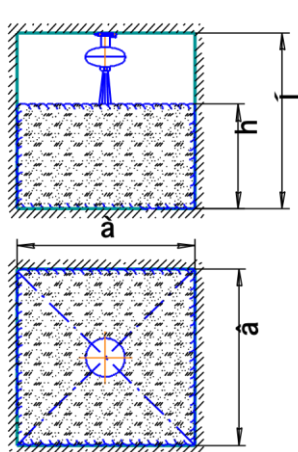
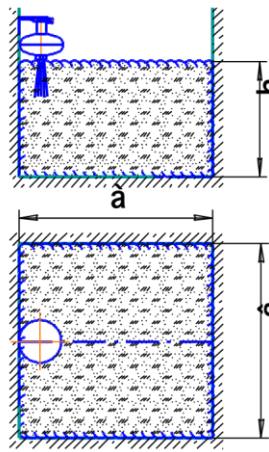

Bild 4
Bild 5
6.6 Die Konfiguration der Pulverausbreitung und die Darstellung der Löschflächen bei der Deckenbefestigung ist auf Bild 4 und den Tabellen 2 und 3, bei der Wandbefestigung auf Bild 5 und in der Tabelle 4 dargestellt.